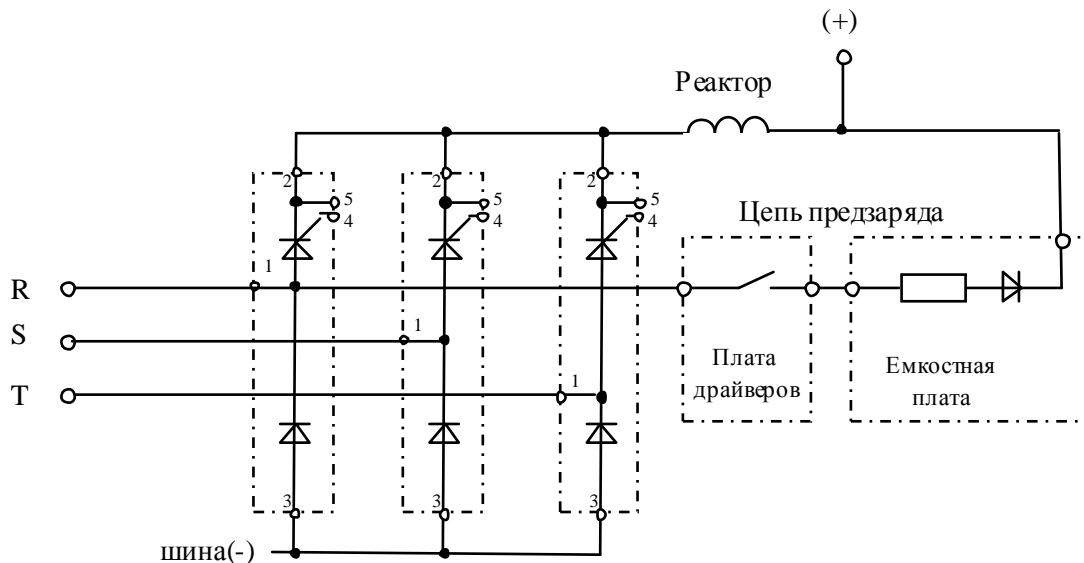

Рис. 4.4.
- 4.7.2. Электрическая принципиальная схема входных диодно-тиристорных модулей приведена на рис.4.4. (на схеме также показаны внешние силовые клеммы ПЧ и цепь предзаряда).
4.7.13. Если цепь исправна - перейти к п. 4.8, если неисправна - произвести замену емкостной платы или/и платы драйверов (см. схему на рис. 4.4) в соответствии с п.п.5.7, 5.5 и продолжить диагностику по п.4.8.